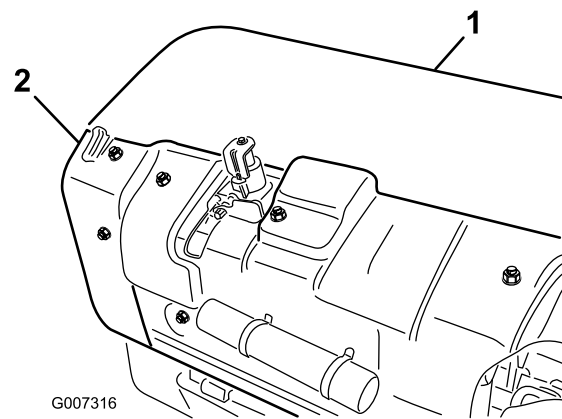

Рисунок 33
- A. Снимите заднюю крышку аэраторного вала (Рисунок 33).
- B. Отверните болты крепления щитка шкива и снимите щиток (Рисунок 33).